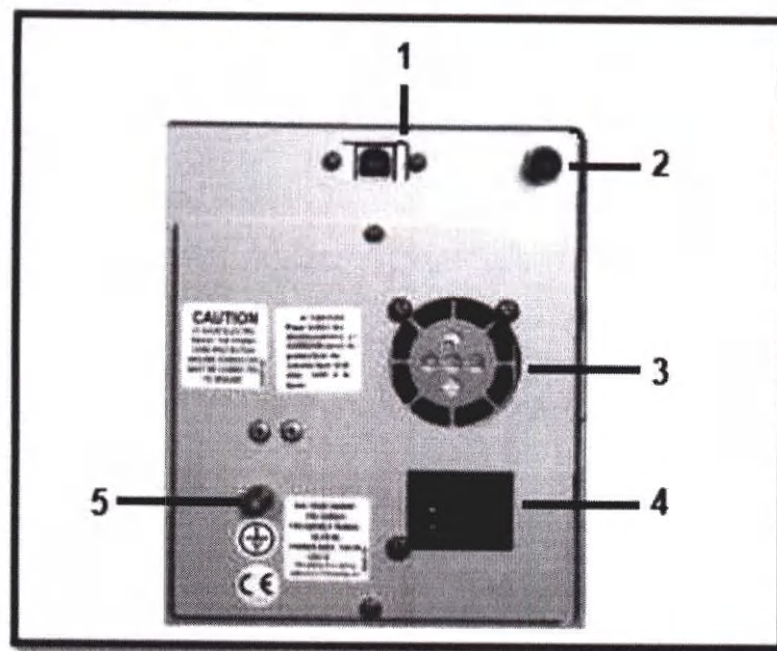

Рисунок 3. Панель разъемов.
3. Панель разъемов (Рисунок 3).